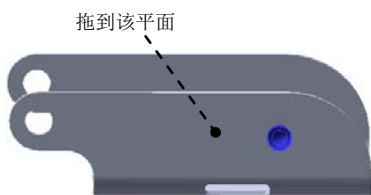

图 12.3.27 成形特征 1
Step11. 创建图 12.3.27 所示的成形特征 1。
(1) 单击任务窗格中的“设计库”按钮, 打开“设计库”对话框。
(2) 单击“设计库”对话框中的 ch12 节点, 在设计库下部的列表框中选择“staple_shaped_tool_02”文件并拖动到图 12.3.27 所示的平面, 在弹出的“成形工具特征”对话框中单击按钮。